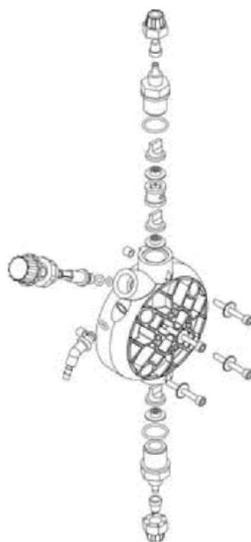

Рис. 11
- концентрацию добавок в трубной обвязке; снижение их концентрации может быть вызвано износом клапанов, в таком случае их необходимо заменять (Рис. 11), или же вызвано засорением фильтра, который тогда необходимо чистить, как указано в пункте 3 ниже.